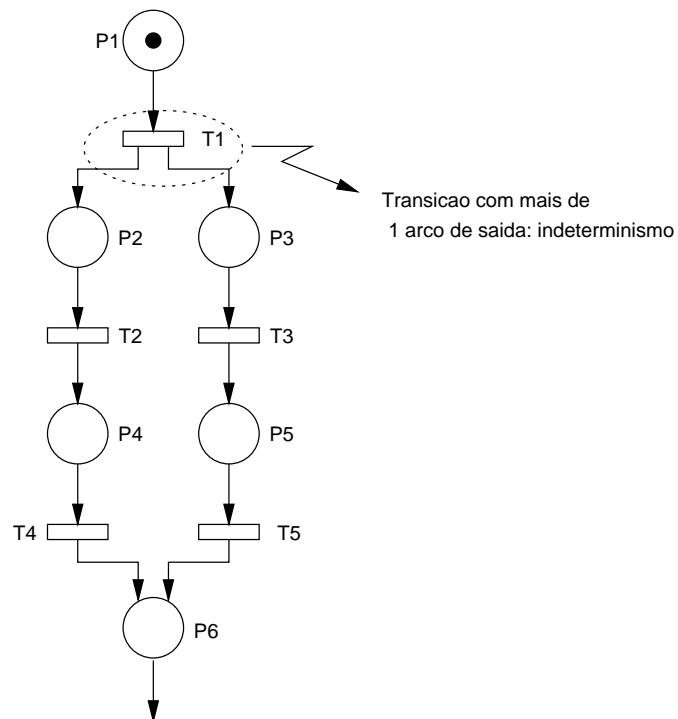

Figura 5: Rede de Petri associada a uma escolha entre caminhos alternativos.
5. Repetição: modela atividades que devem ser executados repetidamente. No caso da figura 5, a execução de $P_1 - P_2 - P_4$ pode ser repetida inúmeras vezes. Entretanto, se T_3 é disparada, o ciclo é quebrado. Esta rede pode representar um sistema de transporte de peças através de veículos: um veículo circula n vezes pelas estações correspondentes aos lugares P_1 , P_2 e P_4 , para ser depois ter as baterias recarregadas em P_3 .